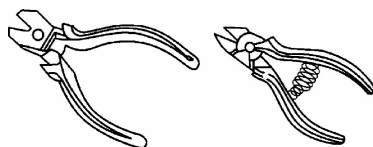

图 3-5 斜口钳的外形
(2)斜口钳。斜口钳又称断线钳,其头部扁斜,钳柄有铁柄、管柄和绝缘柄三种形式,其中电工用的绝缘柄斜口钳的外形如图 3-5 所示,其耐压为 1 000 V。斜口钳专供剪断较粗的金属丝、线材及电线电缆等用。